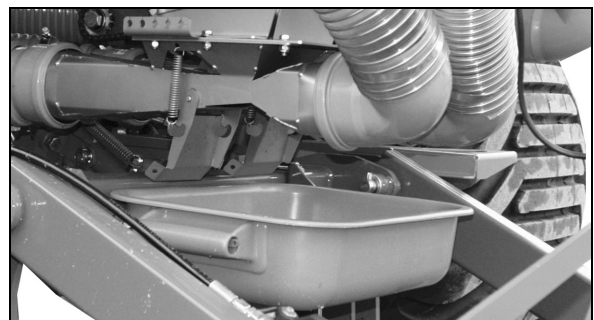

Рис. 84
- Рис. 84: Установите лоток под дозатор для семян.